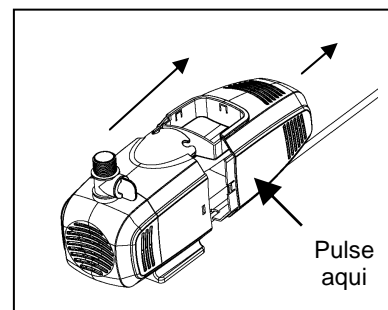

Fig. 12
6. Quite la cubierta trasera presionando suavemente en los lados y tirando de ella lejos de la bomba. Fig. 12